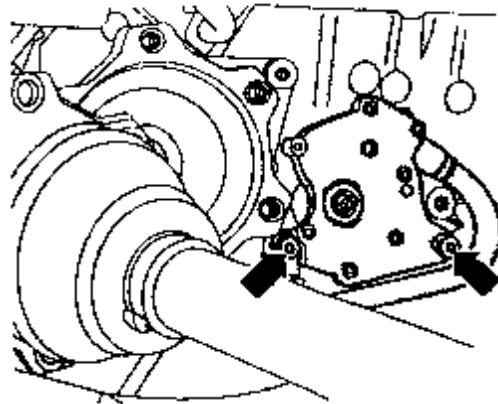

图 8-47 拆卸变速箱轴承
(24) 平行地调节调节板，对正变速箱。用螺栓把变速箱固定到 3282 上，如图 8-47 所示，将变速箱左右支承连带轴承拆下。为防止损坏多功能开关 F125，拆下多功能开关 F125 后要把它自由放置。